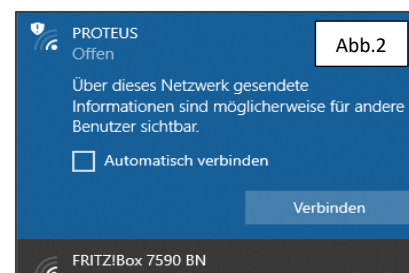

Abb.2
2. Suchen Sie mit Ihrem Smartphone oder Computer unter den WiFi-Verbindungen nach einem Eintrag mit dem Namen PROTEUS und verbinden Sie sich damit (Abb.2).